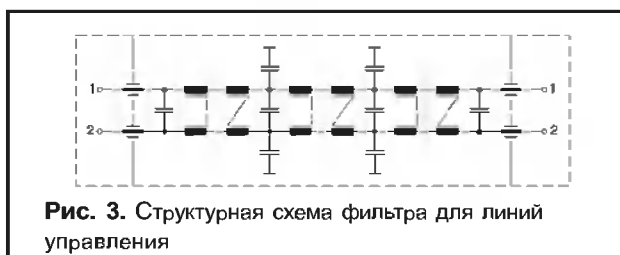

Рис. 3. Структурная схема фильтра для линий управления
Для стандартных линий управления (1 А и 100 В (AC) или 100 В (DC)) используются два фильтра: B84312-C30-B3, содержащий дроссели без компенсации по току, и B84312-C100-B3 (см. рисунок 3) с токо-компенсирующими дросселями. Различные ветви фильтра B84312-C30-B3 могут по желанию использоваться как прямой или как обратный канал. В то же время следует быть внимательным при использовании фильтра B84312-C100-B3, поскольку прямой и обратный провода всегда должны проходить через один и тот же фильтр. Фильтр B84312-C100-B3 имеет более высокое затухание в полосе подавления, чем фильтр B84312-C30-B3 (см. таблицу 3).